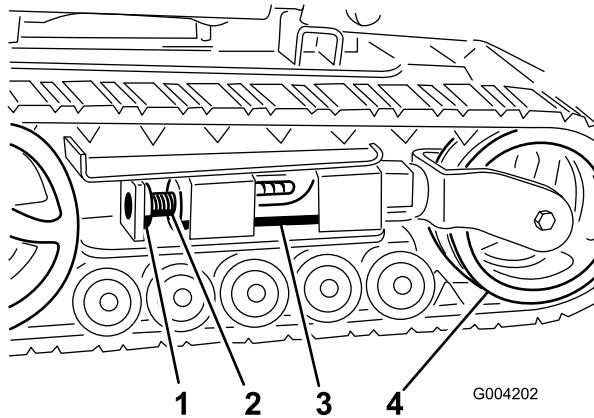
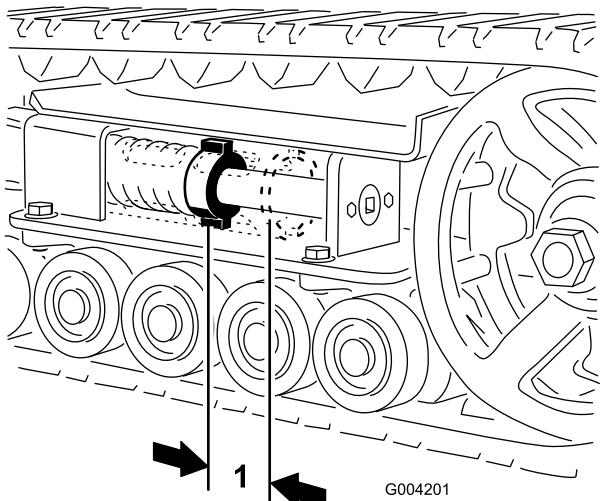
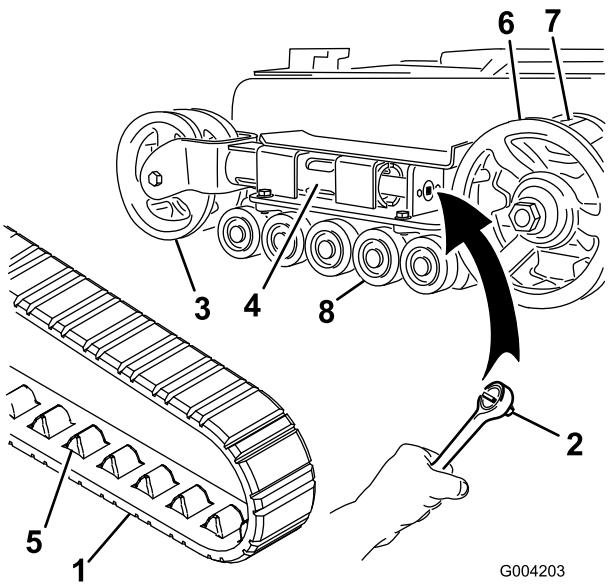
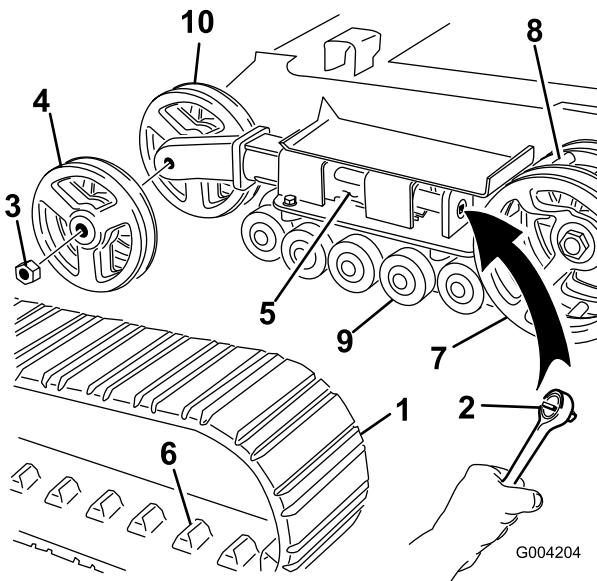

Figure 45
Figure 44
Figure 46
Figure 47
L'écrou de tension et l'arrière du tube de tension doivent être distants de 7 cm (Figure 44). Si ce n'est pas le cas, réglez la tension des chenilles comme suit :
3. Enlevez le boulon et l'écrou de blocage (Figure 45).
4. À l'aide d'un entraînement carré de 13 mm (1/2") (Figure 46), tournez la vis de tension dans le sens antihoraire jusqu'à obtention d'un espacement de 7 cm entre l'écrou de tension et l'arrière du tube de tension (Figure 44).
5. Alignez l'encoche la plus proche dans la vis de tension avec le trou du boulon de blocage et fixez la vis avec le boulon et l'écrou de blocage (Figure 45).
4. À l'aide d'un entraînement carré de 13 mm (1/2"), tournez la vis de tension dans le sens horaire pour détendre la transmission (Figure 45 et Figure 46).
5. Poussez la roue de tension vers l'arrière de la machine pour appuyer le tube de fourche contre le châssis (Figure 46). (S'il ne touche pas le châssis, continuez de tourner la vis de tension jusqu'à ce qu'il le touche).
7. Lorsque la chenille est déchaussée, retirez-la du barbotin et des galets de roulement (Figure 46).
8. Pour installer la chenille neuve, commencez par l'enrouler autour du barbotin, en veillant à ce que les crampons s'engagent correctement entre les entretoises du barbotin (Figure 46).
9. Poussez la chenille sous et entre les galets de roulement (Figure 46).
11. Tournez la vis de tension dans le sens antihoraire, de manière à obtenir un écartement de 7 cm entre l'écrou de tension et l'arrière du tube de fourche (Figure 44).
4. À l'aide d'un entraînement carré de 13 mm (1/2"), tournez la vis de tension dans le sens horaire pour détendre la transmission (Figure 45 et Figure 47).
5. Poussez la roue de tension vers l'arrière de la machine pour appuyer le tube de tension contre le châssis (Figure 47). (S'il ne touche pas le châssis, continuez de tourner la vis de tension jusqu'à ce qu'il le touche).
6. Retirez l'écrou de fixation de la roue de tension extérieure et déposez la roue (Figure 47).
7. Déposez la chenille (Figure 47).
8. Retirez l'écrou de fixation de la roue de tension intérieure et déposez la roue (Figure 47).
12. Posez la roue de tension intérieure et fixez-la avec l'écrou retiré précédemment (Figure 47).
14. Posez la chenille neuve en prenant soin que les crampons s'engagent entre les entretoises au centre du barbotin (Figure 47).
15. Posez la roue de tension extérieure et fixez-la avec l'écrou retiré précédemment (Figure 47).
17. Tournez la vis de tension dans le sens anti-horaire, de manière à obtenir un écartement de 7 cm entre l'écrou de tension et l'arrière du tube de tension (Figure 44).